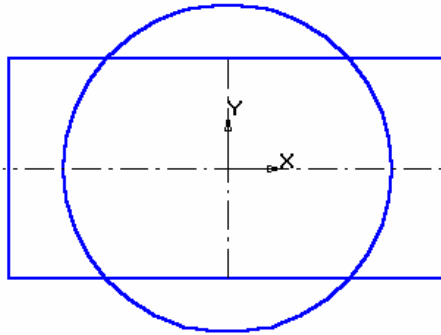

Рис. 1.24. Построение фигур
3. Постройте окружность радиусом 45 мм без отрисовки осей. Построенный чертеж приведен на рис. 1.24.